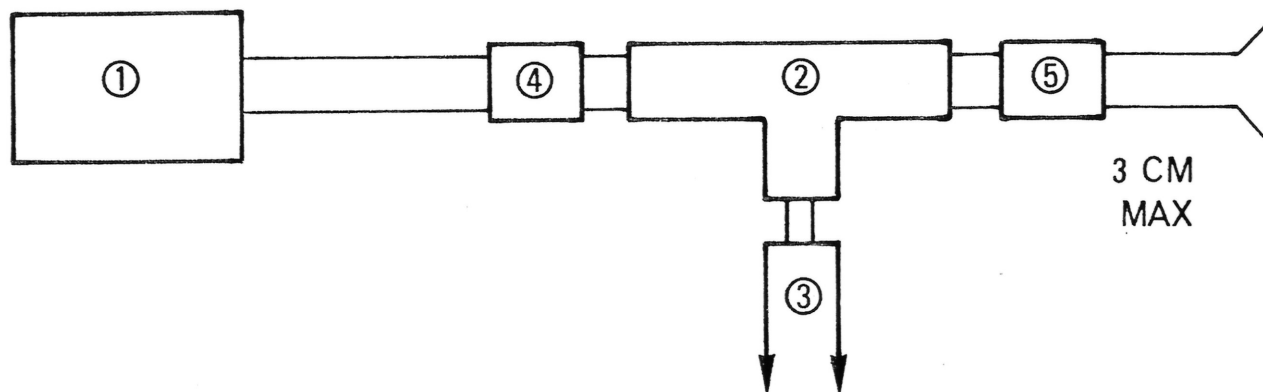

Figure 14 - Adaptateur en T pour essais moniteur
- 2) - Pour éviter les erreurs d'appréciation de l'amplitude des signaux réellement injectés dans le Moniteur, lors de l'emploi d'un Générateur HF, il est conseillé de mesurer la tension au point d'injection avec l'aide d'un voltmètre électronique. Les valeurs d'injection, dans la suite de l'exposé, sont celles lues sur le voltmètre et non celles indiquées par le dispositif de sortie du Générateur utilisé. De ce fait, l'utilisation d'un atténuateur 6 dB n'est pas obligatoire. Un moyen commode consiste à terminer le câble coaxial de sortie du générateur par un adaptateur en T suivant le schéma de la (Fig. 14).